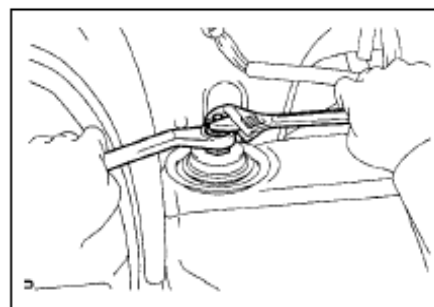
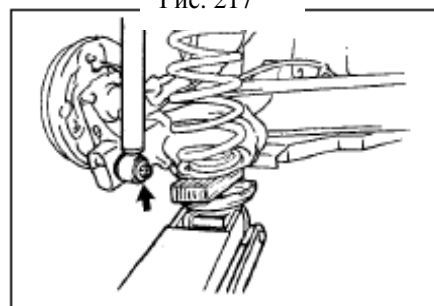

Рис. 217
Рис. 218
- (2) Открутите две гайки, удерживая шток амортизатора от проворачивания(рис. 217)
- (3) Снимите прокладку и верхнюю опору амортизатора
- (4) Отвернув нижнюю гайку, снимите пыльник с отбойником левый задний амортизатор.(рис. 218)